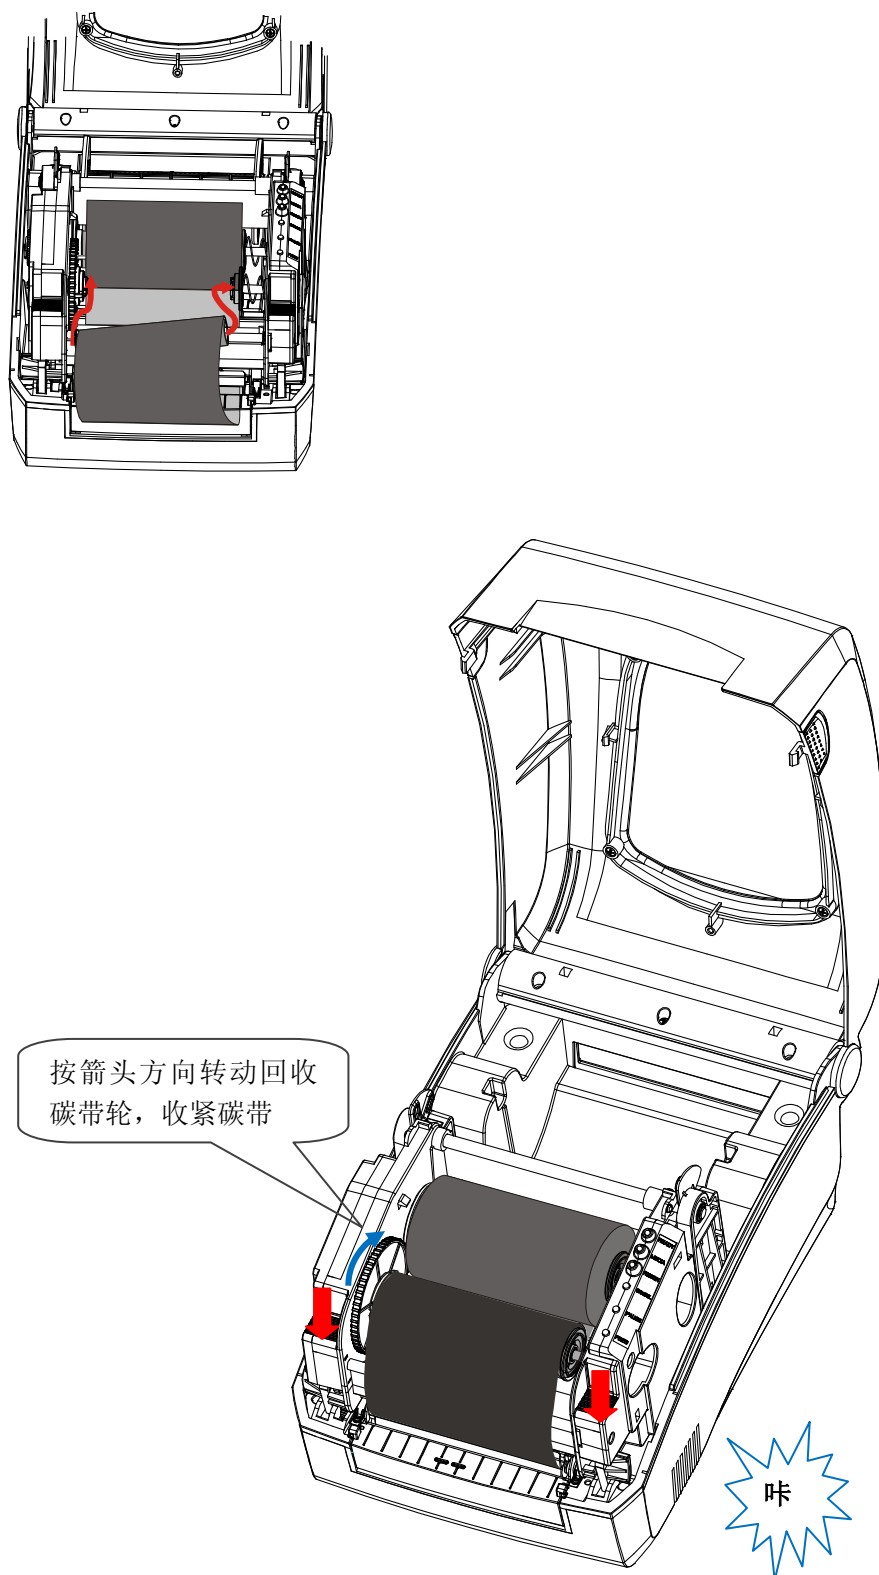

图 5-6
9. 将空卷芯卡入碳带回收仓, 碳带轴套的左侧两个卡口应卡入回收碳带轮的卡位(图 5-6);